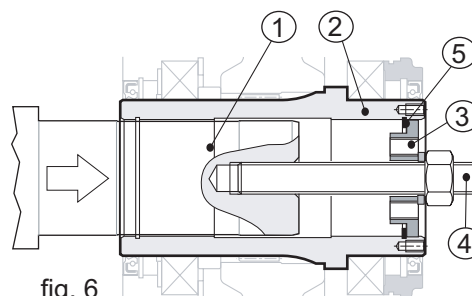

fig. 6
Quindi inserire nelle loro sede prima il seeger per interni (pos. 5), poi il fondello (pos. 3), a questo punto avvitando il dado della barra filettata si portano i due alberi a battuta tra di loro (vedi fig. 6).